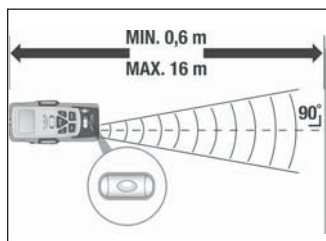
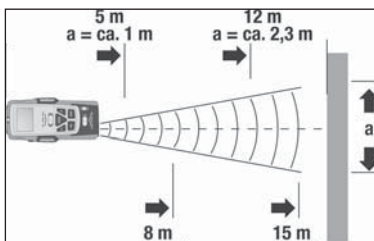

Abb. 1
Abb. 2
2. Halten Sie das Gerät waagrecht vor die Wand, zu der Sie die Entfernung messen wollen. Der Ultraschallsender/-empfänger 10 muss im rechten Winkel auf die Wand zeigen. Benutzen Sie hierfür die Wasserwaage: Die Blase in der Libelle 8 muss zwischen den Markierungsstrichen stehen (siehe Abb. 1).
Je weiter Sie von der Wand entfernt stehen, umso breiter ist die Fläche (a), die der Multifunktionsdetektor mittels Ultraschall misst (Abb. 2). Beachten Sie daher, dass der Multifunktionsdetektor immer auf eine ebene Fläche im rechten Winkel gerichtet ist (Abb. 1 und 3). Bitte beachten Sie, dass sich keine Gegenstände im Messbereich befinden.